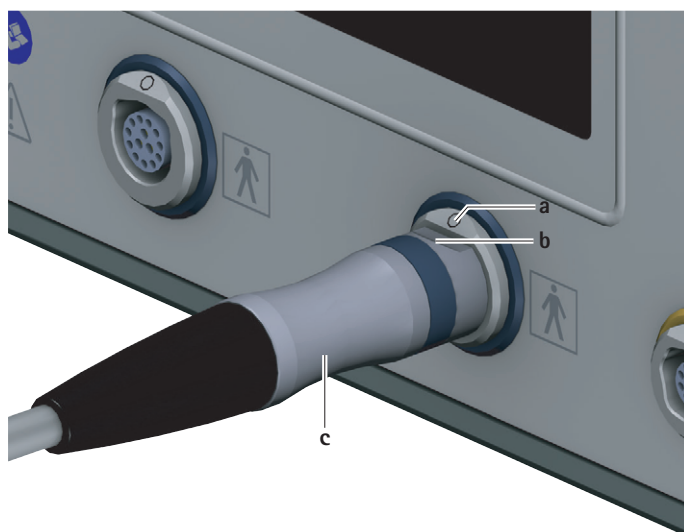

Fig. 3 Tilslutning af motorkabel
- Vend stikket til styreenheden **c** på motorkablet således, at markeringen **b** på stikket stemmer overens med markeringen **a** på tilslutningen til anvendelsesdelen **7**, se Fig. 3.
- Træk motorkablet via stikket til styreenheden **c** ud af tilslutningen til anvendelsesdele **7**, se Fig. 3.